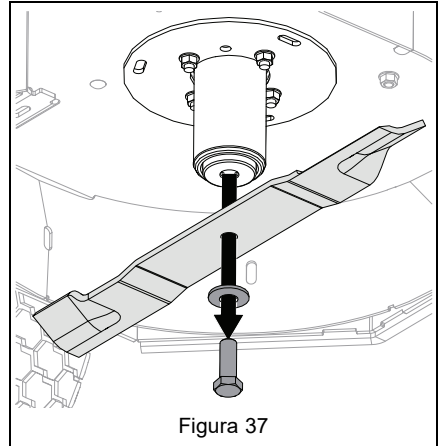

Figura 37
2. Desconectar los cables de bujía. Consulte Figura 37.
Consulte Figura 37.